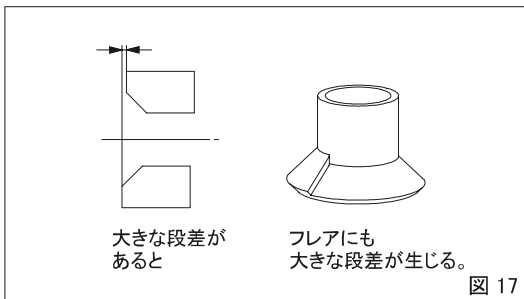

図 17
- 取付けたライナーに大きな段差があるとフレアにも大きな段差が生じ、ガス漏れ原因となりますので注意してください(図17)。